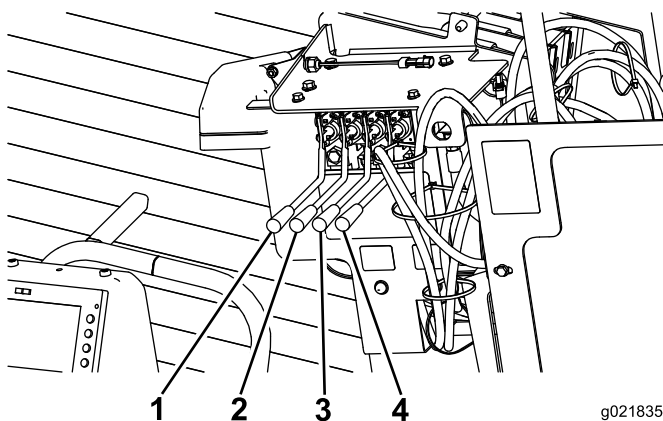

Bild 82
11. Drücken Sie die beiden rechten Hebel für die Pfosten nach unten, um den rechten Pfosten zu senken und seine Bohrschnecke zu drehen, bis er fest im Boden sitzt (Bild 82).